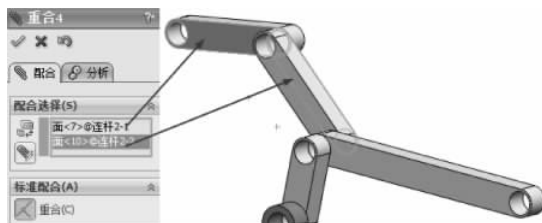

图 3-177 重合配合
(9) 继续进行配合约束,选择【标准配合】选项组下的【重合】配合类型 ,在【要配合的实体】选择框  中选择如图 3-177 所示的面,其他保持默认,单击【确定】按钮 ,完成重合配合。